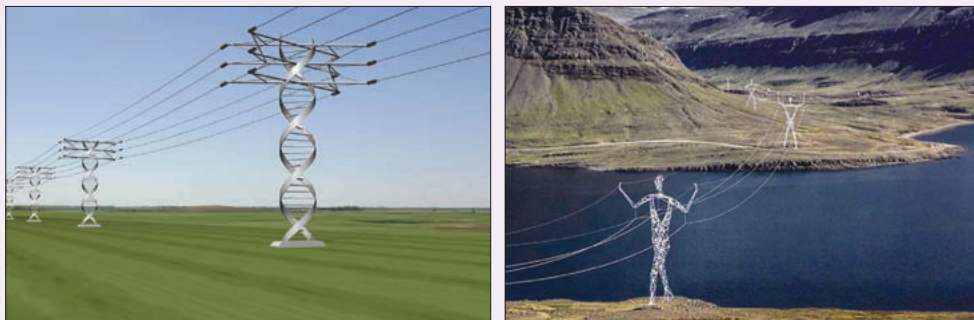

Рис. 69. Электрические опоры линий электропередачи
2. Основные характеристики линий электропередач в РК и мире (рис. 69).